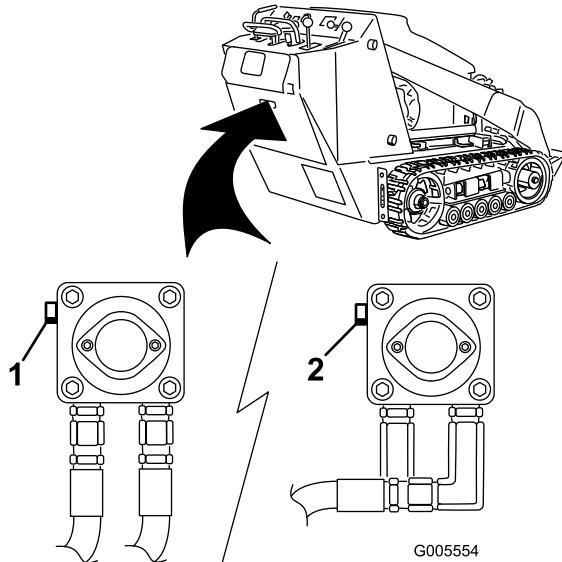

Figure 18
- À l'aide d'une clé, donnez deux tours dans le sens antihoraire aux vannes de remorquage situées sur les pompes hydrauliques (Figure 18).